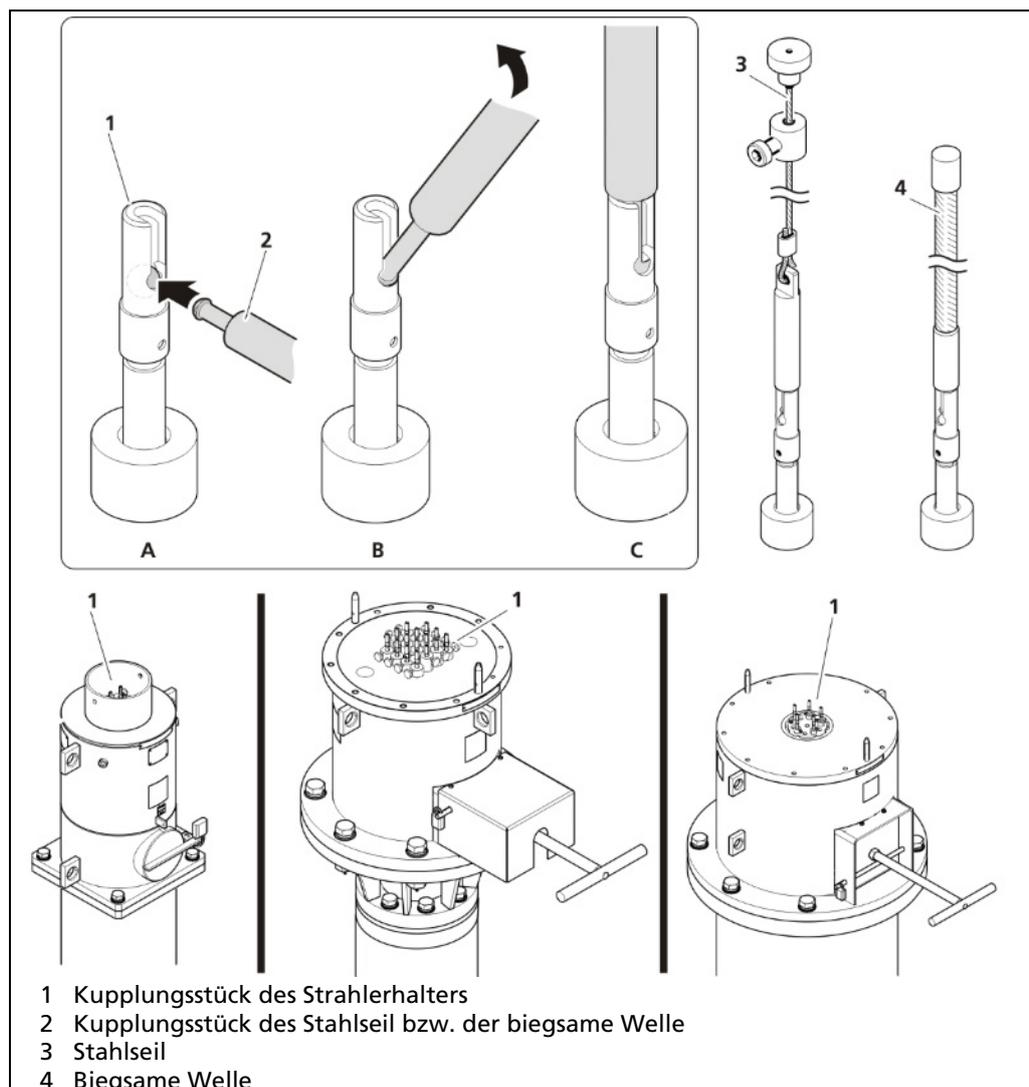

Abb. 14 Einklinken des Stahlseils bzw. der biegsamen Welle
4. Klinken Sie an jedem Strahlerhalter (Abb. 14, Pos.1) das dafür vorgesehene ein Stahlseil bzw. eine biegsame Welle (Abb. 14, Pos.2) ein.